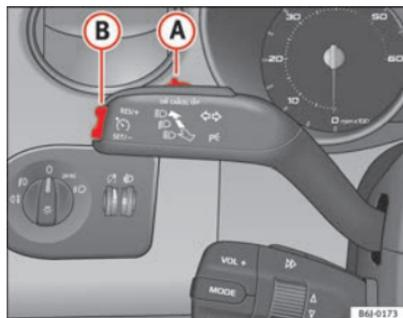

Fig. 105 Palanca de intermitentes y de luz de carretera: mando y tecla basculante para el regulador de velocidad
- Mueva el mando ⇒ fig. 105 **A** hacia la izquierda hasta la posición **ON**.